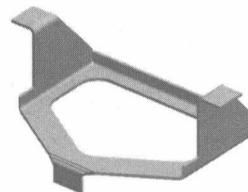
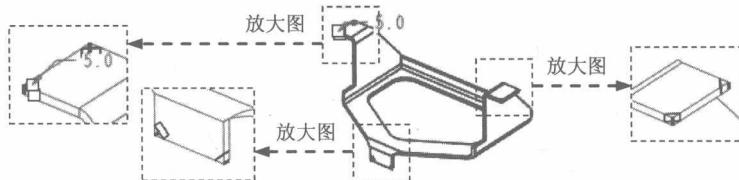

图 1.18 弯边特征 3
图1.20 倒斜角特征1
Step14. 创建图 1.18 所示的弯边特征 3。
(3) 定义弯边类型。在工具条中单击“全宽”按钮□；在**距离**文本框中输入值35，在**角度**文本框中输入值90，单击“内部尺寸标注”按钮□和“材料在内”按钮□；调整弯边侧方向向外，如图1.18所示。
(4) 定义弯边属性及参数。各选项采用系统默认设置。
(5) 单击**完成**按钮，完成特征的创建。
Step15. 创建图1.20所示的倒斜角特征1。
(1) 选择命令。在**主页**功能选项卡的**钣金**工具栏中单击**倒角**后的小三角，选择**倒斜角**命令。
(2) 定义倒斜角类型。在“倒斜角”工具条中单击□按钮，选中**深度相等**单选项，单击**确定**按钮。
(3) 定义倒斜角参照。选取图1.20所示的六条边线为倒斜角参照边。
(4) 定义倒角属性。在该工具条的**深度**文本框中输入值5，单击鼠标右键。